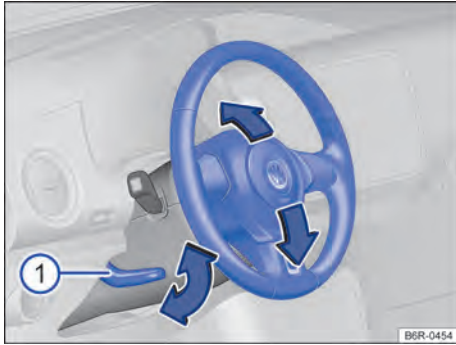

Fig. 55 Debajo y a la izquierda del volante junto con el revestimiento de la columna de dirección: palanca de ajuste de la posición del volante.
- Empuje la palanca hacia abajo sosteniéndola por su mango → fig. 55 .